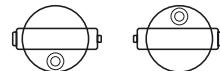

Abb. 6
- a) Spielen Sie die Libellenblase mit Hilfe der Fußschrauben ein. Drehen Sie das Fernrohr um 180°. Überprüfen Sie, ob die Libellenblase immer noch in der Mitte ist (Abb.6).